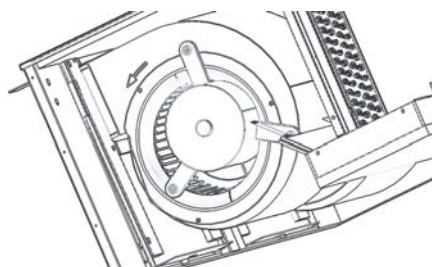

Рис. 10.8
- 2) Удерживая узел за нижнюю часть, сдвиньте его вдоль направляющих. (Рис. 10.8)